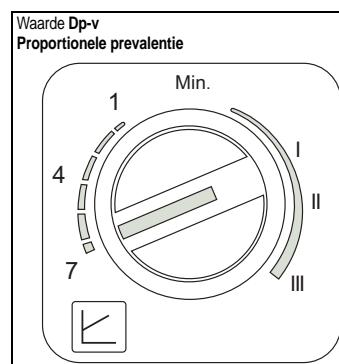

fig. 20
- Waarde Dp-v Proportionele prevalentie (fig. 20)